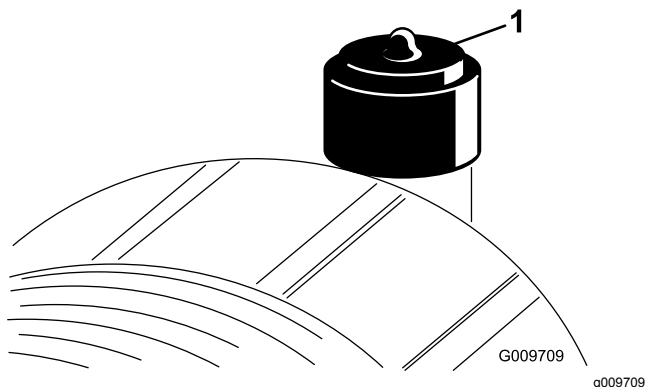

Figure 72
Faites l'entretien du filtre à air uniquement quand l'indicateur de colmatage (Figure 72) indique que cela est nécessaire. Changer le filtre à air prématurément ne fait qu'accroître le risque de contamination du moteur par des impuretés quand le filtre est déposé.
9. Réarmez l'indicateur de colmatage (Figure 72) s'il est rouge.